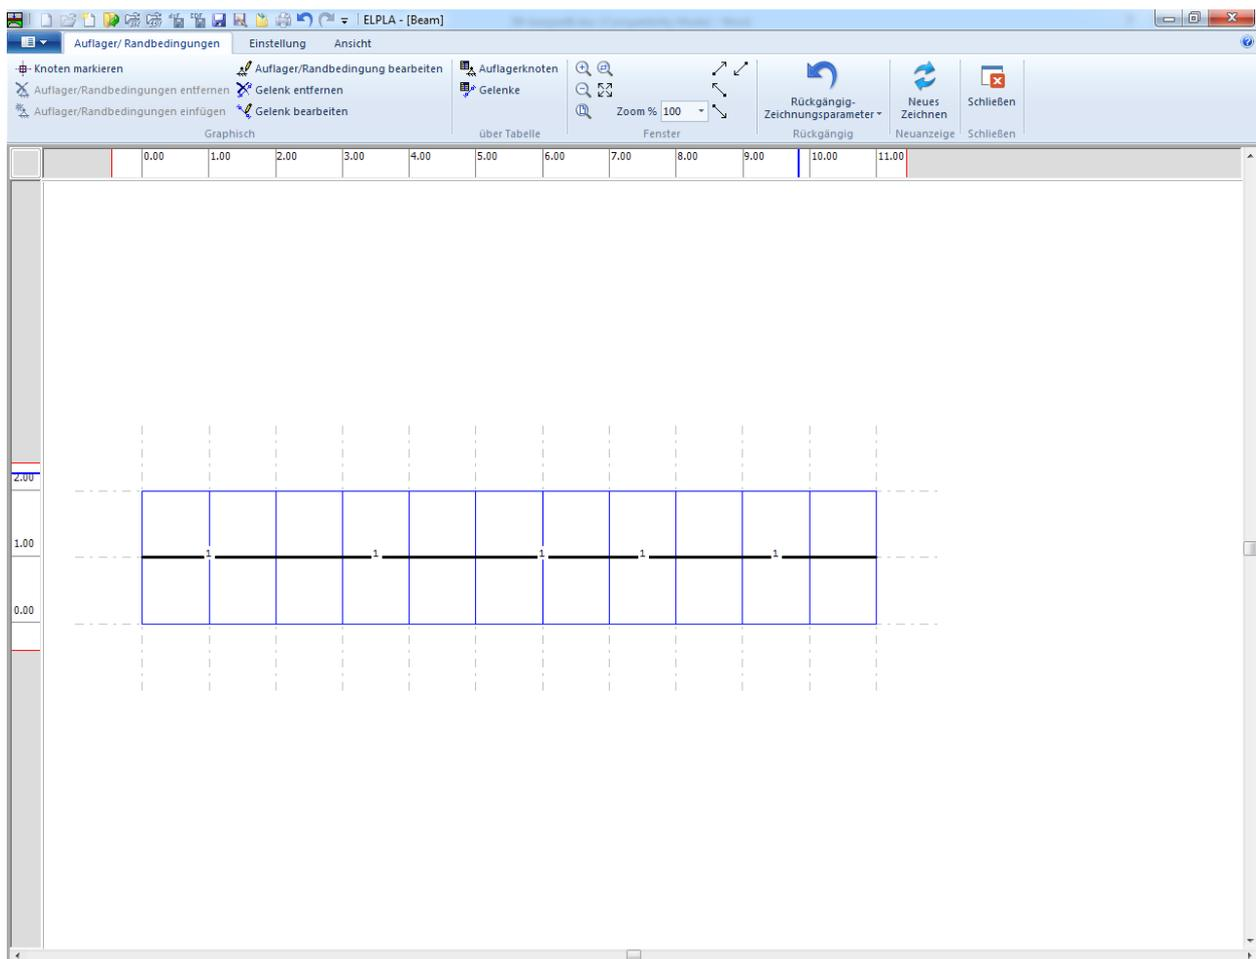
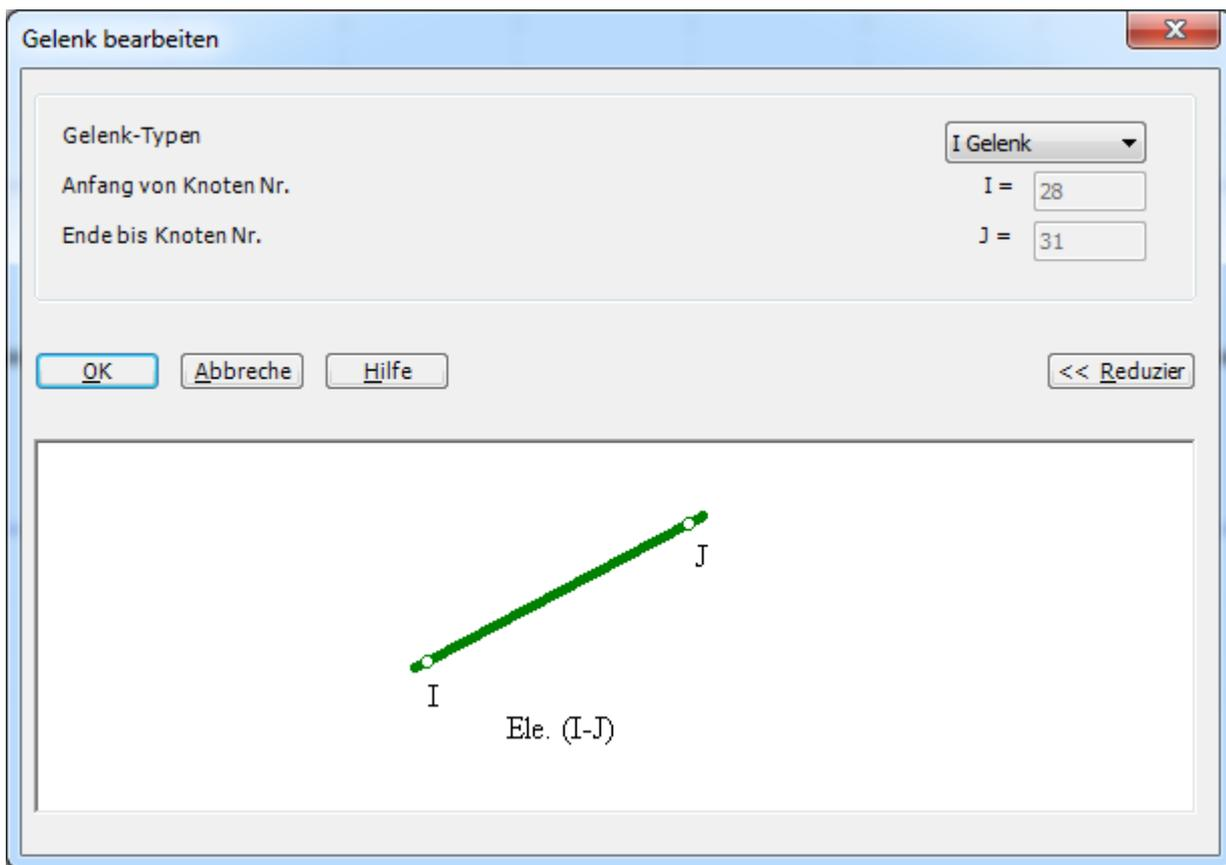

Bild 8.20 Stäbe im Fenster der "Auflager/ Randbedingungen"
Bild 8.24 Dialogfeld "Gelenk bearbeiten"
Nach dem Klicken von "OK" im Dialogfeld "Zeichnungsparameter" sollte der Bildschirm wie das folgende Bild 8.20 aussehen.
- Wählen Sie den Befehl "Knoten markieren" aus dem Menü "Graphisch" im Bild 8.20, dabei wechselt der Cursor von einem Pfeil zu einem Kreuz
Um die Gelenkknoten zu definieren, wird das Gelenk von zwei Seiten sowohl links als auch rechts durch Elemente definiert. Wählen Sie den Befehl "Gelenke" aus dem Menü "Graphisch" im Bild 8.20. Wenn der Befehl "Gelenke" gewählt wird, ändert sich der Cursor von einem Pfeil zu einem Kreuz. Doppelklicken Sie auf dem Element am Gelenkende. Das Dialogfeld "Gelenke bearbeiten" im Bild 8.24 erscheint.
Nach Doppelklicken auf das Gelenk am anderen Ende des Elements erscheint das Dialogfeld "Gelenke bearbeiten" im Bild 8.24.